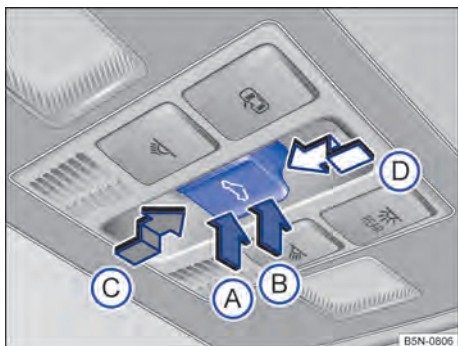

Fig. 74 No revestimento do teto: botão do teto de vidro.
- *Levantar o teto de vidro:* pressionar o botão → Fig. 74 (B) até o 1º nível. Curso automático: pressionar o botão (B) até o 2º nível.
- *Fechar o teto de vidro levantado:* pressionar o botão (A) até o 1º nível. Curso automático: pressionar o botão (A) até o 2º nível.
- *Parar o curso automático do procedimento de levantamento ou fechamento:* pressionar novamente o botão (A) ou (B).
- *Abrir o teto de vidro:* pressionar o botão (C) até o 1º nível. Para o curso automático até a posição de conforto, pressionar o botão (C) até o 2º nível.
- *Fechar o teto de vidro:* pressionar o botão (D) até o 1º nível. Curso automático: pressionar o botão (D) até o 2º nível.
- *Parar o curso automático do procedimento de abertura ou fechamento:* pressionar novamente o botão (C) ou (D).